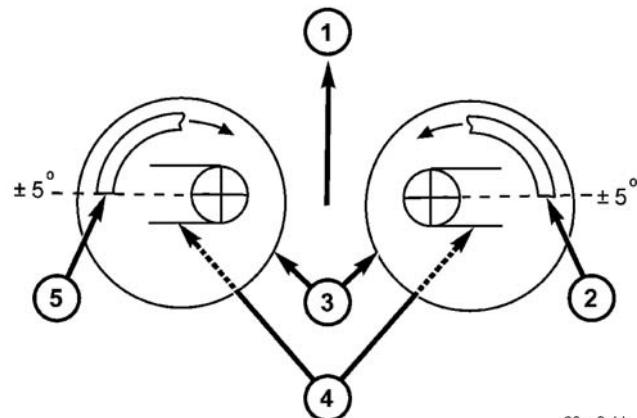

图 49 螺旋弹簧定位
(8) 在滑柱上安装防尘罩。向下压缩并拉伸防尘罩, 使其盖到缓冲块的顶部, 直至防尘罩卡入缓冲块的槽上。缓冲块将在内防尘套的顶部。让防尘罩回到其完全拉伸长度。
(9) 从螺旋弹簧的底部安装滑柱, 直至下弹簧座接触到螺旋弹簧的下端。滑柱上的 U 形支架应该从压缩机直指向外 (至 6 点钟位置)。该位置应在螺旋弹簧下端头的 $\pm 5^\circ$ 范围内 (图 49)。视需要, 可以重新定位滑柱或螺旋弹簧在压缩器中的位置, 使这些部件从压缩机直指向外 (至 6 点钟位置)。安装夹子, 将滑柱和螺旋弹簧固定在一起。
注意: 前滑柱螺旋弹簧侧向定位。当安装滑柱总成时, 确保在车辆那一侧正被安装的滑柱用了正确的螺旋弹簧。车辆左侧的弹簧为自上到下左旋, 右侧的弹簧为自上到下右旋。(图 49)。两侧弹簧不得互换。